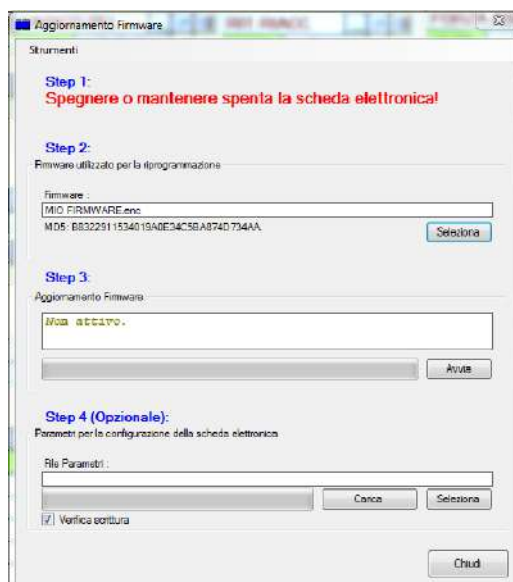

figura 37
C. Selezionare il file (tipo ENC) contenente il programma operativo della stufa. (*figura 37*).